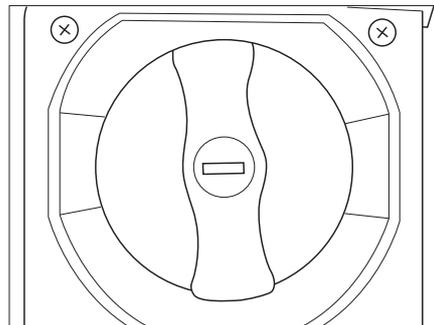

Bild 73 Einfüllöffnung Frischwassertank
- Den Frischwassertank mit geeignetem Einfüllschlauch oder Kanister über die Einfüllöffnung befüllen (Bild 73).